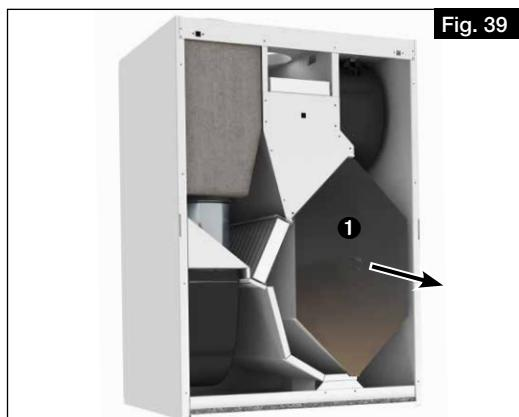

Fig. 39
3. Retirer l'échangeur à contre-courant ① avec précaution de l'appareil (voir Fig. 39).